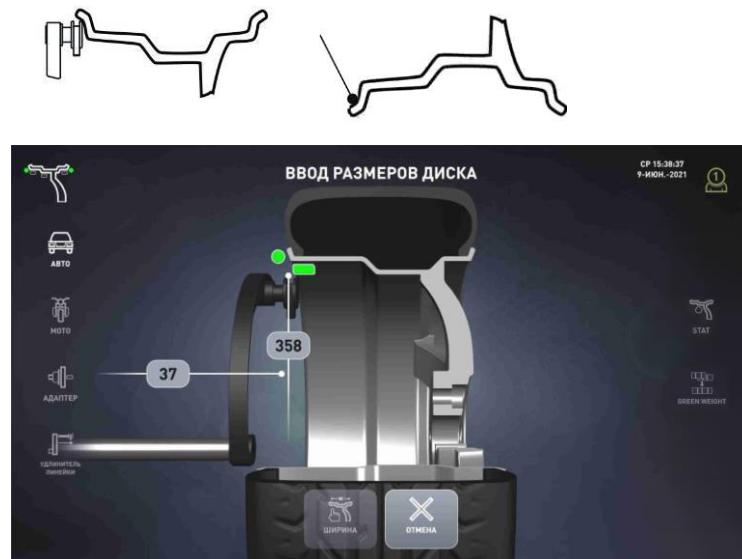

Рисунок 6.3 – Ввод размеров
**Ввести размеры.** Для этого первую электромеханическую линейку подвесить к ободу (рисунок 6.3) и держать там до звукового сигнала. Вернуть линейку в исходное положение. На станке с бесконтактной системой измерений, вращая рукоятку управления лазерным указателем, подвесить лазерную точку к месту установки груза (рисунок 6.3), и нажать на рукоятку.